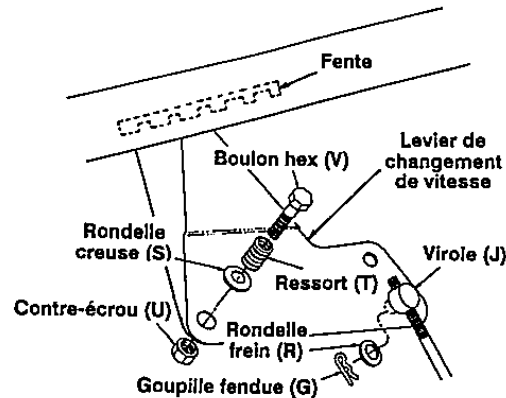

FIGURE 6A - Modèles à levier de changement de vitesse sur le dessus.
1. Faites passer le levier de changement de vitesse dans la fente du panneau de commande. Alignez le trou du levier de changement de vitesse avec le trou dans le support de montage du levier de changement de vitesse, comme à la Figure 6A ou 6B.
REMARQUE: La figures 6A et 6B sont représentées vues du dessous du panneau de commande.
sez la virole dans la tige de commande selon le besoin jusqu'à ce que la virole suoit alignée avec le trou approprié du levier de changement de vitesse. Voir les figures 6A ou 6B.
3. Enfoncez la virole dans le trou correspondant du levier de changement de vitesse et maintenez en place avec une rondelle plate (R) et une goupille fendue interne (G). Voir la figure 6A ou 6B. **REMARQUE:** Sur les modèles à levier de changement de vitesse sur le dessus, enfoncez la virole à partir de la droite de la souffleuse.